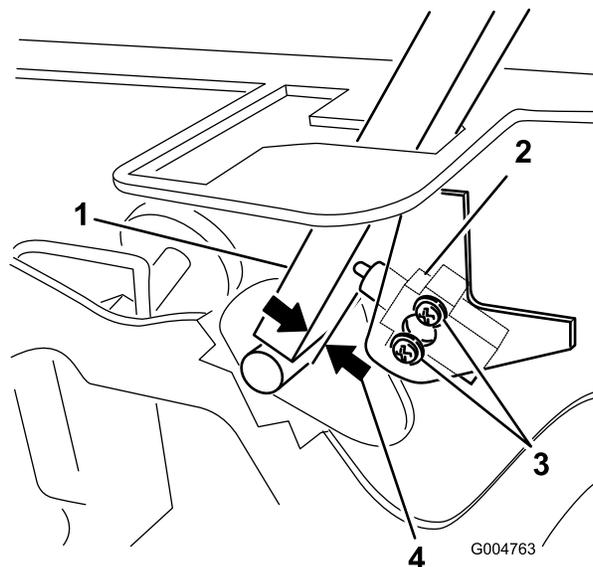

Figura 47
3. Desaperte os 2 parafusos que prendem o interruptor de segurança (Figura 47).
4. Segurando na alavanca de controlo encostada à estrutura, desloque o interruptor na direção da alavanca até que a distância entre a alavanca e o corpo do interruptor seja 0,4 a 1 mm, como se mostra na Figura 47.